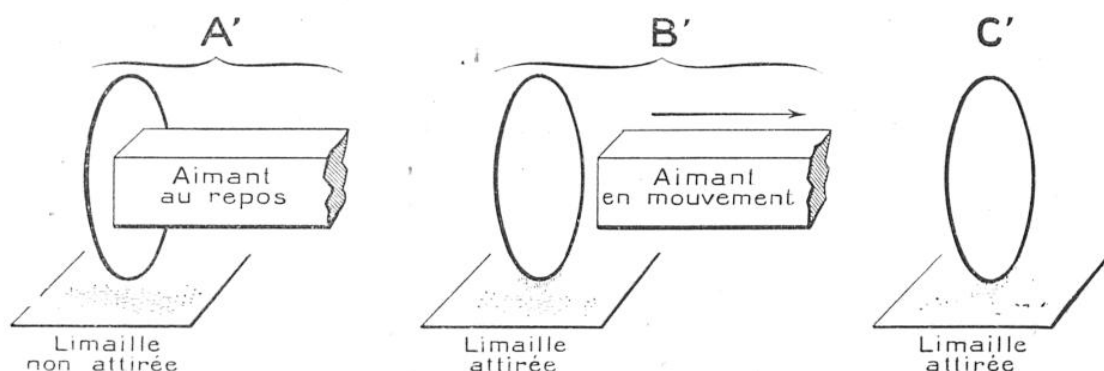

FIG. 4. — COURANTS INDUITS A LA TEMPÉRATURE DE L'HÉLIUM LIQUIDE
C. Au contraire, si l'on suppose (fig. 4) qu'on se trouve à la température d'ébullition de l'hélium (— 269° C.), le plomb devient 100 milliards de fois plus conducteur; le temps d'amortissement du courant en sera augmenté d'autant, ce qui signifie que, cinq jours
après avoir déplacé l'aimant, le courant continuera à passer dans l'anneau avec une intensité qui aura simplement baissé dans le rapport de 2 à 1. Notre figure 4 indique que le plomb continue à attirer la limaille de fer: la supraconductivité permet de réaliser des aimants *permanents*.